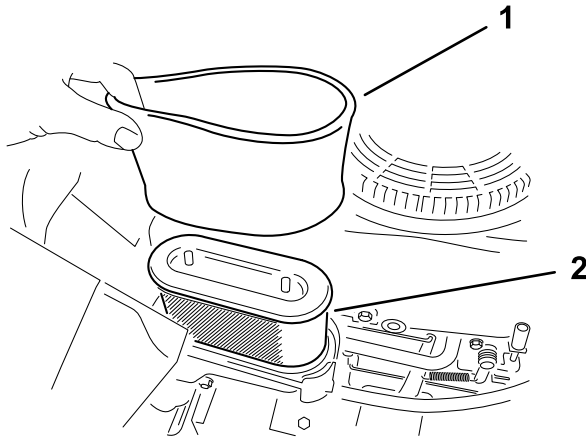

Bild 38
5. Nehmen Sie die Schaumstoff- und Papierfiltereinsätze vorsichtig aus dem Luftfiltergehäuse heraus (**Bild 38**).
Hinweis: Wechseln Sie den Papiereinsatz aus, wenn er sehr schmutzig ist (Bild 38).
1. Setzen Sie den Schaumstofffilter auf den Papierfilter (**Bild 38**).